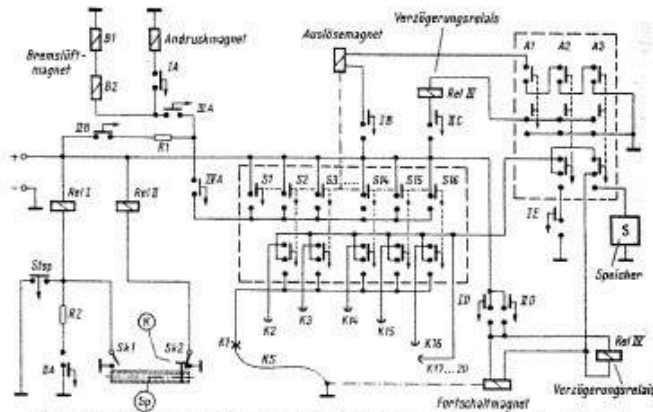

Bild 5. Über den Spurwahlschalter (S 1 bis S 16) ist jede Spur sofort abhörbar. Der Speicher S ermöglicht ein Spurenmehl in beliebiger Reihenfolge
In Bild 5 ist eine spezielle Ausführungsform des Magnetbandspieler dargestellt.
Als wesentliche Ergänzung ist hierbei die in Bild 3 gezeigte Stufenscheibe (10) starr mit einer Zahnscheibe (19) verbunden, die in Verbindung mit einem Fortschaltmagneten (18) die Stufenscheibe weiterbewegt. Gleichfalls damit verbunden ist eine Kontaktscheibe, die mit einem Schleifkontakt versehen ist. In Bild 5 ist die Zahnscheibe nur durch den Schleifkontakt (KS) angedeutet. Er wird beim Drehen der Scheibe an den feststehenden Kontakten (K 1 bis K 20) vorbeigeführt. Diese Kontakte sind so angeordnet, daß jeder Stufe der Stufenscheibe ein Kontakt gegenübersteht, der seinerseits dann mit dem Spurwahlschalter (S 1 bis S 16) verbunden ist. Die Kontakte K 17 bis K 20 erfüllen dabei den Zweck, die Stufenscheibe über die bereits erwähnte Steigung hinwegzudrehen, die die oberste und unterste Stufe direkt verbindet.